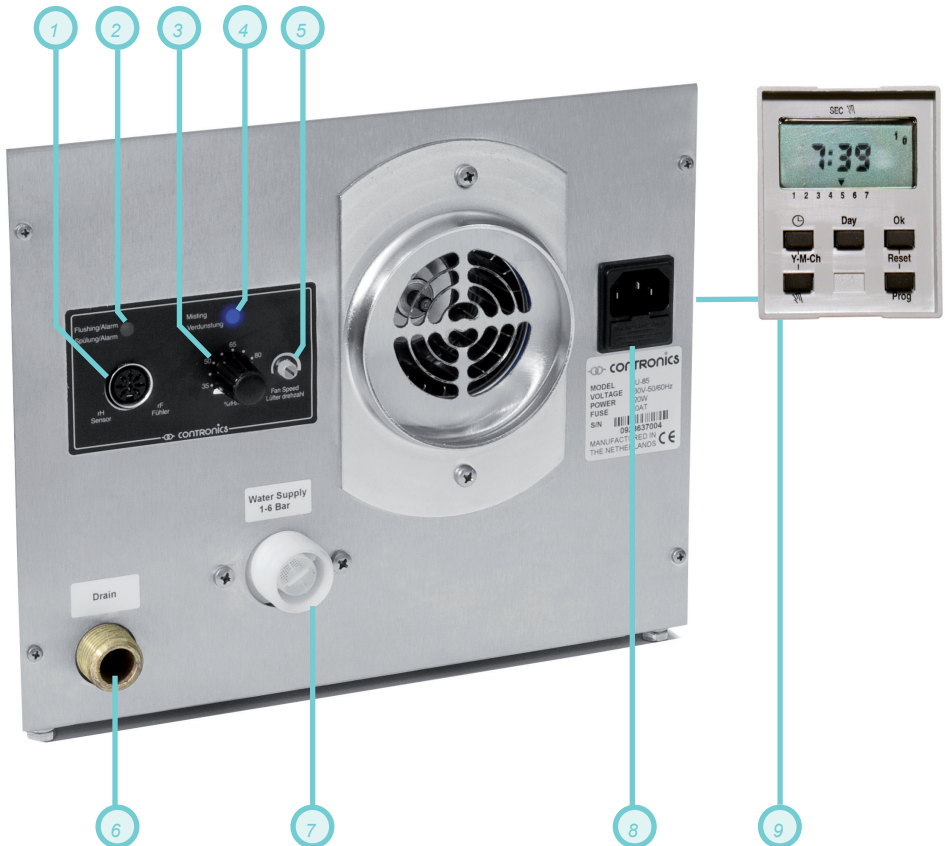

Figure 1 Raccordements et fonctions
Avec le même signal et câble HK-01, une commande marche/arrêt peut être réalisée. Un court-circuit des deux fils signifie que l'humidificateur passe en mode veille et n'humidifie pas. À l'ouverture du contact, l'humidificateur entre directement en fonctionnement avec la capacité pré-réglée avec le bouton rotatif (figure 1 réglage 3).
- Le cas échéant, réglez la vitesse de l'air à l'aide du réglage 5 (figure 1).